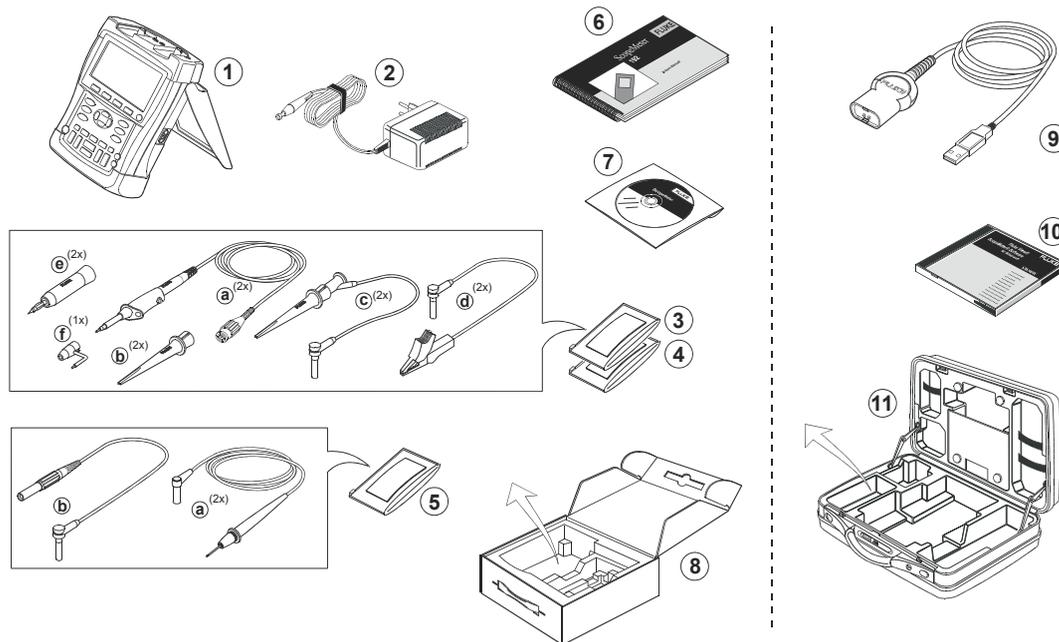

Рис. 1. Комплект принадлежностей прибора ScopeMeter
- Нельзя подключать заземляющий пружинный контакт (рис. 1, элемент f) к потенциалу, превышающему 42 В (максимальное значение) или 30 В (среднеквадратичное значение) относительно потенциала земли.